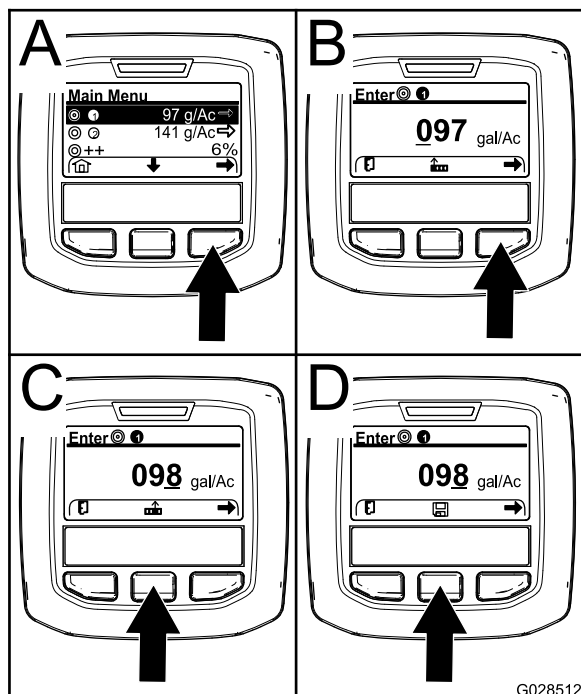

図 67
2. 必要に応じ、中央ボタンを押して散布レートその1 散布プログラム1を表示させる 図 67。